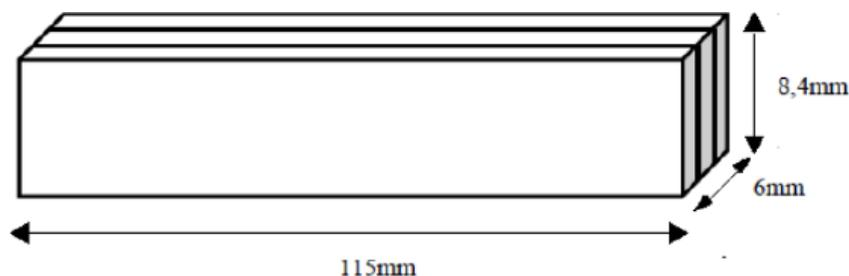

Figura 2: Número de palitos de picolé por barra
1. As pontes deverão ser construídas com barras que possuam seções transversais de no máximo 3 palitos de picolé conforme a Figura 2.